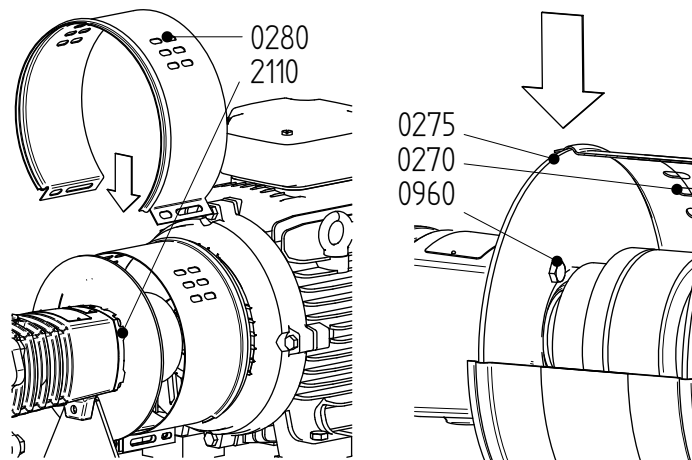

图 11: 将护套安装在泵的侧部。
- 6 拧下螺栓 (0940)，然后将装配板 (0275) 从轴承盖 (2110) 上拆下。请参阅图 11。
- 4 使用螺栓 (0940) 将装配板 (0275) 安装至轴承盖 (2110)。请参阅图 11。